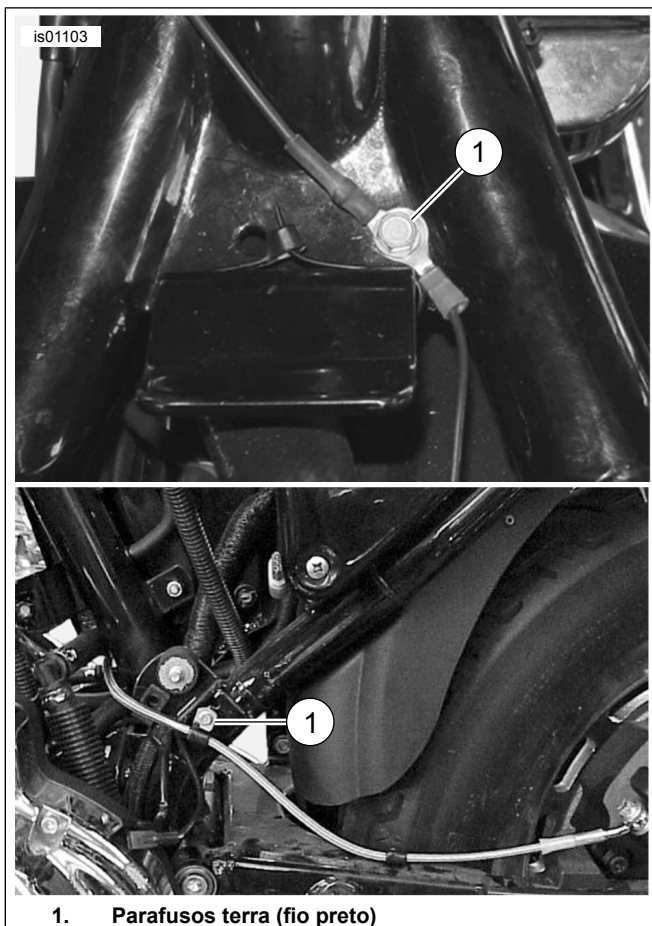

Figura 3. Conexões terra (modelos Sportster)
3. Veja Figura 3. Remova o parafuso terra (1), localizado: